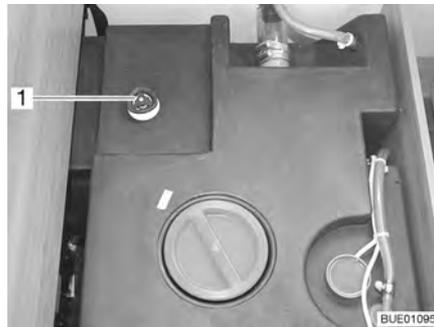

Fig. 168 Serbatoio dell'acqua con maniglia girevole
- Sul serbatoio dell'acqua ruotare la maniglia girevole (Fig. 168,1) in senso antiorario, oltre la resistenza verso l'esterno fino all'arresto, per aprire completamente l'apertura di scarico.